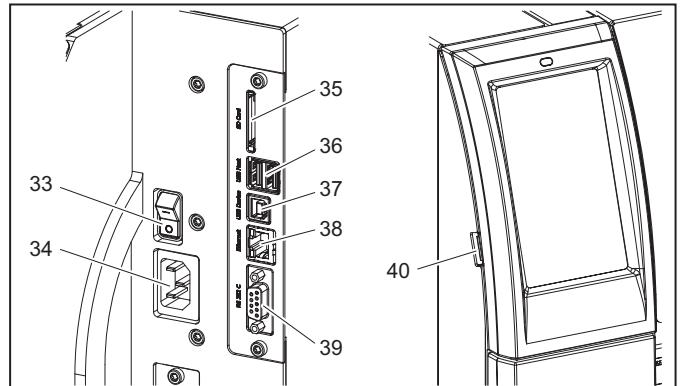

Bild 3.5 Anschlüsse
- Stecken Sie das Netzkabel in die Netzanschlussbuchse (36, Bild 3.5).
- Schalten Sie den Drucker am Netzschatzler ein (33, Bild 3.5).